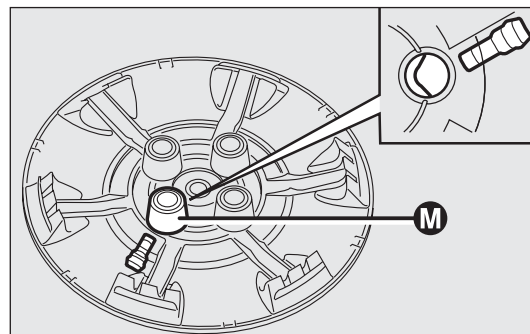

fig. 129
- montare la coppa ruota, facendo coincidere il simbolo  con la valvola di gonfiaggio ed il bullone precedentemente fissato con il foro M-fig. 129 (per versioni con motorizzazione Multijet) oppure fissare la coppa ruota facendo pressione fino all'avvenuto fissaggio della stessa al cerchio;